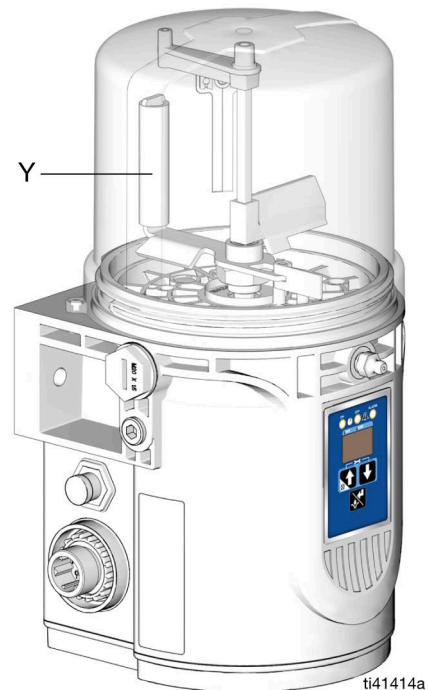

Рис. 21
1. Подсоедините заправочный рукав к заправочному фитингу (E) (Рис. 21).